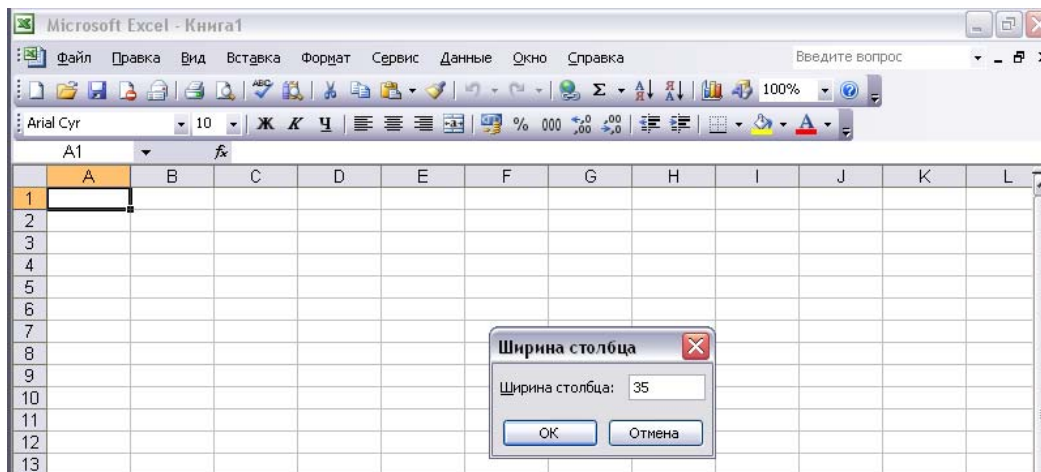

Рис. 2 Вікно зміни ширини стовпця
- 3.2. Відкриваємо вкладку **Ширина стовпця** (рис. 2).